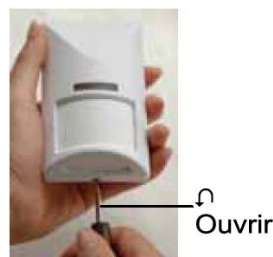

Fig. 3
1. Desserrez la vis sur le dessous du détecteur puis retirez le couvercle frontal (Fig. 3).